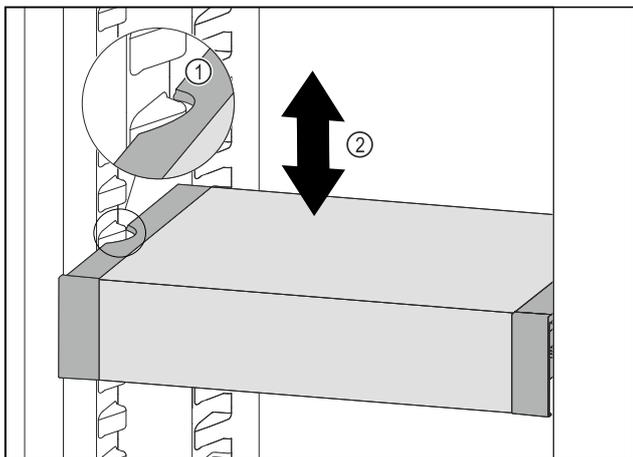

Fig. 105
- ▶ Predal VarioSafe povlecite v smeri naprej, dokler nista stranska izreza predala VarioSafe na višini nastavka za posodo v hladilniku. Fig. 105 (1)
- ▶ Predal VarioSafe premikajte v hladilniku gor ali dol, dokler ne dosežete zelene višine. Fig. 105 (2)